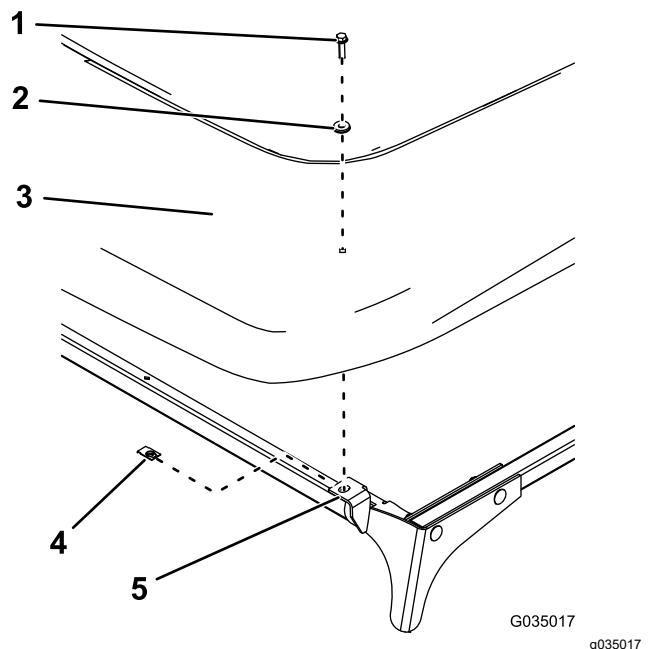

Рисунок 64
1. Установите солнцезащитный навес на передние пластины, используя два зажима, две уплотнительные гайки и два болта с шестигранными фланцевыми головками (1/4 x 1 дюйм), как показано на Рисунок 64.